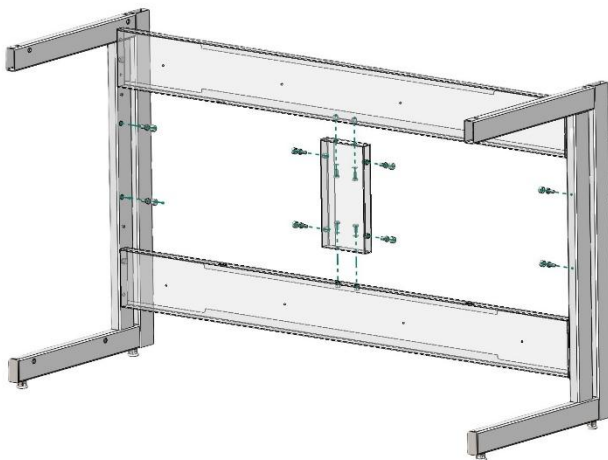

Рис. 2
2. Для каркаса шириной от 1350 – собрать заднюю раму каркаса, соединив распорки каркаса с ребром, используя болты М8х16, пружинные шайбы 8 и предусмотренные в ребре заклёпки-гайки М8, после закрыть навесной крепёж М8 колпачками пластиковыми (Рис. 2)
3. Если предполагается установка декоративной панели – установить болты М8х16 в предусмотренные в ребре и боковинах заклёпки-гайки М8 (Рис. 2)